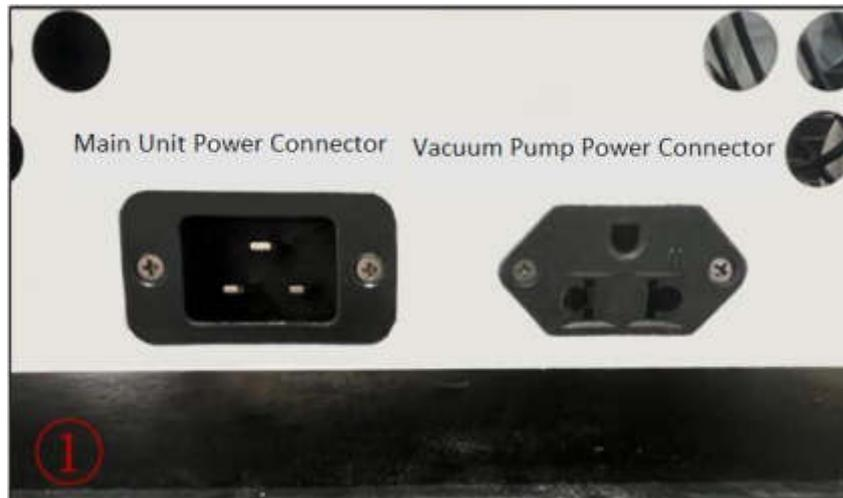

Abbildung 8
- Suchen Sie die Stromanschlüsse für das Hauptgerät und die Vakuumpumpe auf der rechten Seite des Gefriertrockners (Abbildung 8).